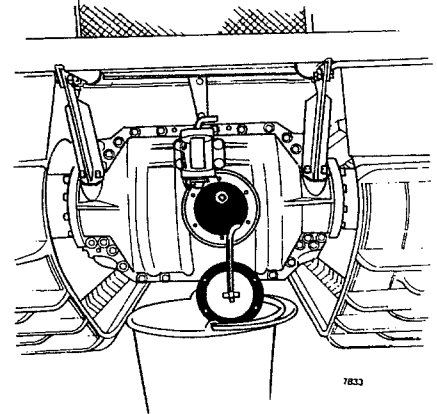

Fig 05-3. Avtappning av kylvätska
1. Ta bort inspektionssluckan på frontkåpan. För ut plastslangen, se fig 05-3.
1. Tappa kylvätskan ur kylaren, se fig 05-3.